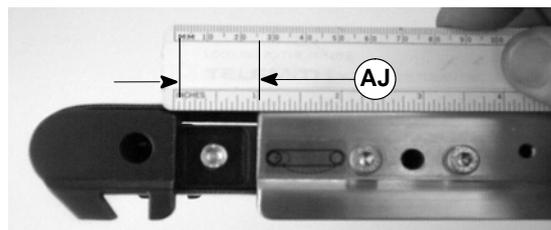

Abbildung 27
Mit der V-Führung in der Nut der Antriebsrolle das Ritzel (AD) entgegen dem Uhrzeigersinn auf einen Abstand von 25 mm drehen (AJ siehe Abbildung 27).